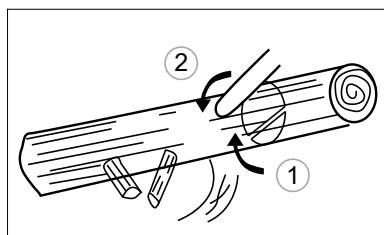

Fig. 21
2. Când bușteanul este poziționat pe suport cu o margine, debități în sus 1/3 de jos pentru a evita despicarea. Apoi terminați debitarea de sus în jos pe aceiași linie, evitând blocarea (Fig. 21).